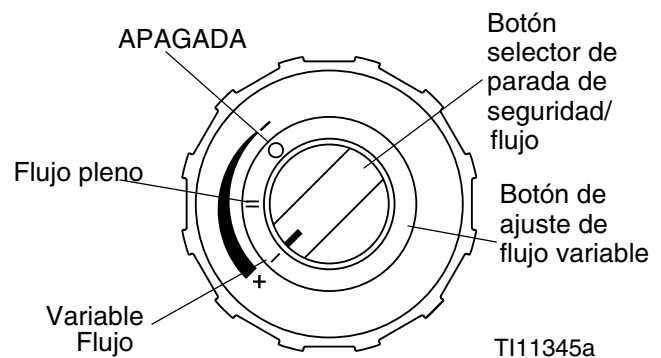

FIG. 25
1. Apague la válvula de aire (W).
2. Gire el botón selector de flujo hacia la posición de flujo variable. Consulte FIG. 25.
Para pulverizar un patrón de flujo reducido, pulse y gire el botón selector de flujo hacia la posición de flujo variable. Consulte FIG. 25.
Para volver a un patrón de flujo pleno, pulse y gire el botón selector de flujo hacia la posición de flujo pleno. Consulte FIG. 25.
NOTA: El botón de ajuste de flujo variable no puede ajustarse cuando el botón selector de flujo está en la posición de parada de seguridad. Consulte FIG. 25.
4. Encienda la válvula de aire y abra las válvulas de fluido. Verifique que el botón selector de flujo esté fijado en la posición de flujo variable. Consulte FIG. 25.